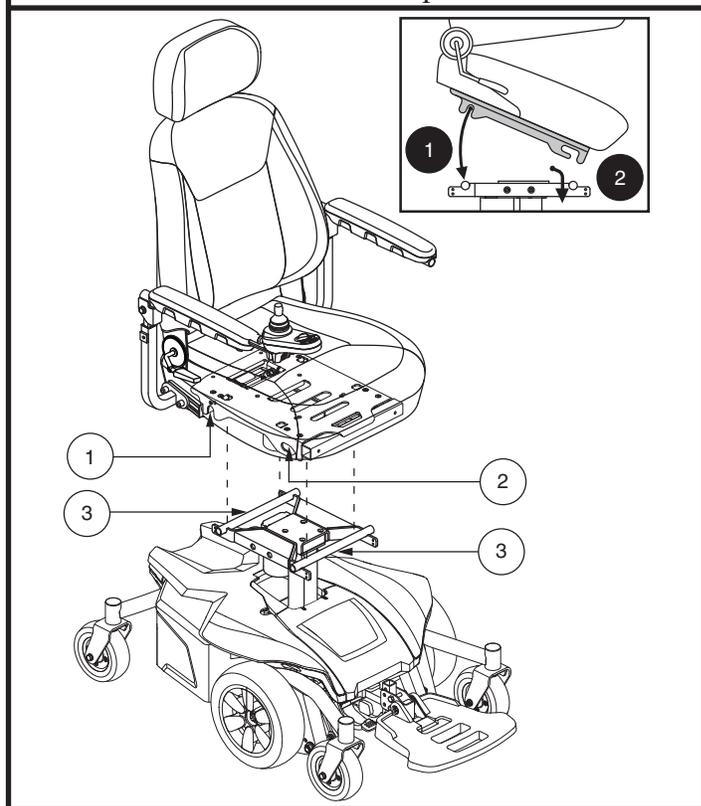
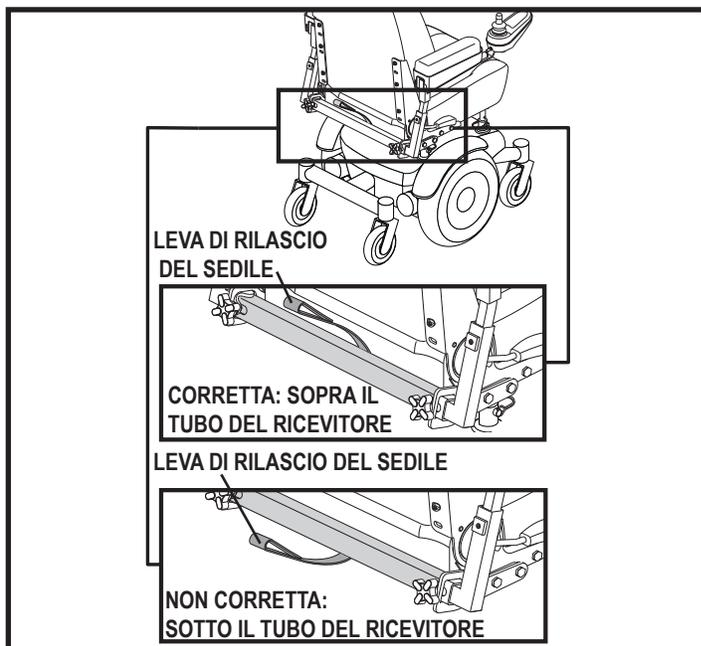

Figura 8. Assemblaggio sedile (solo sedile elevabile elettronicamente)
Figura 9. Disposizione della cinghia di rilascio del sedile
Prima dell'uso iniziale o dopo il trasporto della carrozzina, può essere necessario installare il sedile. I due componenti principali sono estrusioni di alluminio montate sulla base del sedile. Queste estrusioni sono unite ad una coppia di staffe montate sulla base elettronica. **Vedere figura 8.**
4. Inclinare il sedile in avanti e posizionare le due fessure anteriori sopra la barra del trapezio anteriore. **Vedere figura 8.**
5. Abbassare il sedile sulla barra del trapezio anteriore e spingerlo in avanti finché la barra del trapezio anteriore scorre nelle due fessure anteriori. **Vedere la figura 8.** Assicurarsi che la cinghia di estrazione del sedile sia rivolta all'indietro sulla parte superiore del tubo del ricevitore del bracciolo. **Vedere figura 9.**